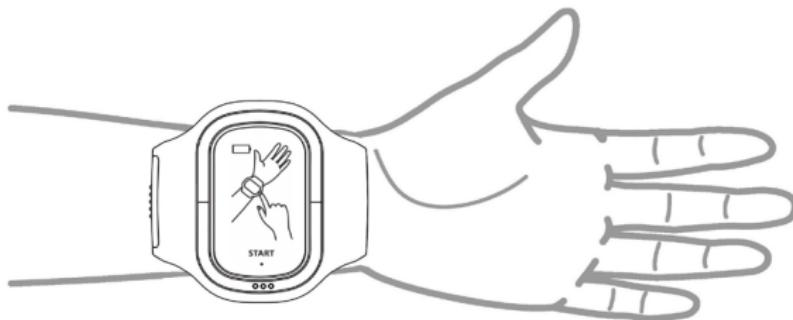

Рис.3. Положение аппарата на зоне МС-6
- 9.9. Наденьте аппарат на левое запястье на зону воздействия МС-6 (рис.3).